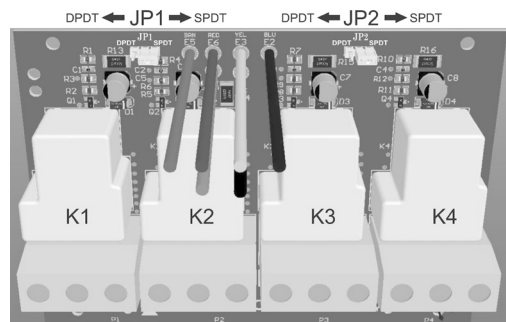

Figure 3.
6. En ajustant les deux cavaliers de configuration JP1 et JP2 sur la carte, (voir la figure 3), les relais peuvent être couplés pour créer des types différents de relais tels qu'illustrés au tableau ci-dessous (à droite).